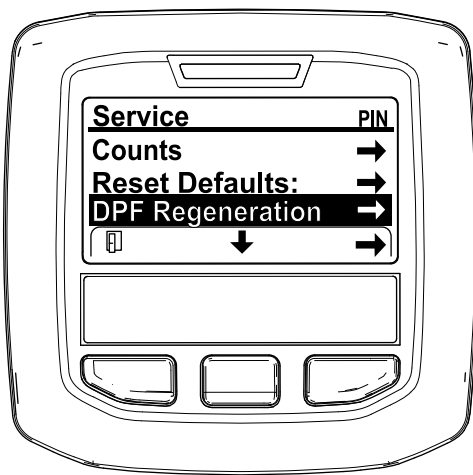

図 49
3. 整備メニューSERVICE MENUで、中央ボタンを押してDPF 再生DPF REGENERATIONへ移動し、右ボタンでDPF 再生DPF REGENERATIONを選択する 図 49。